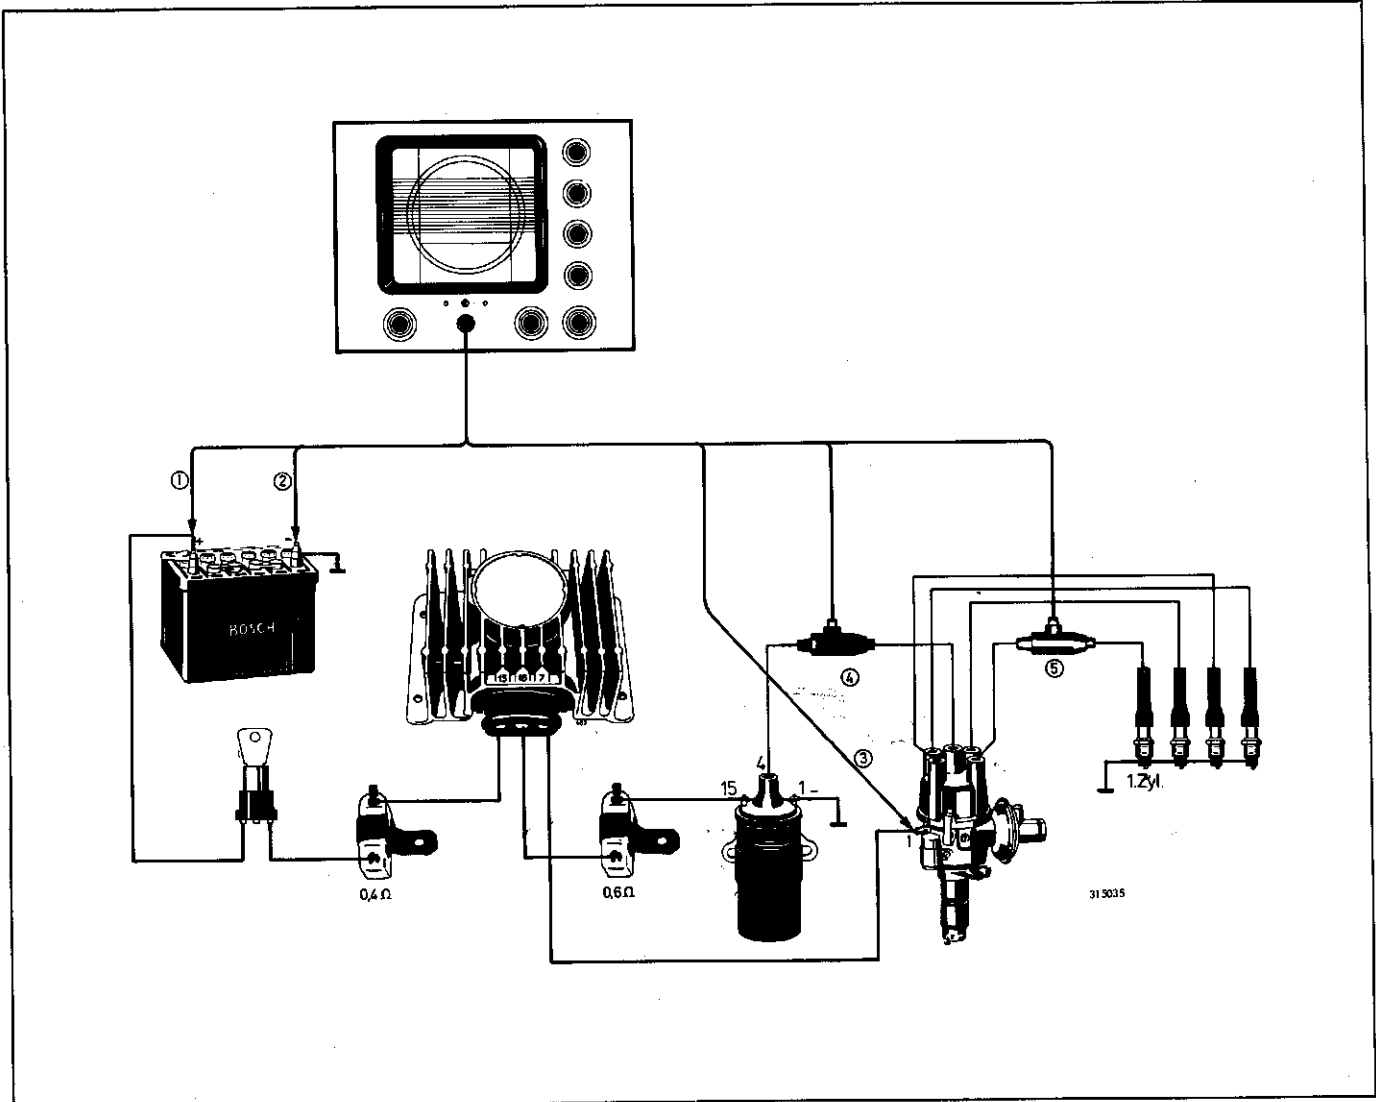

Bild 2
1.2.1 Schaltgerät mit Germanium-Transistoren bestückt (Bild 2)
- ① roter Klipp an B +
- ② schwarzer Klipp an B —
- ③ grüner Klipp an Zündverteiler Klemme 1
- ④ schwarzer Geber in Leitung 4
- ⑤ roter Geber an Zylinder 1
1.2.1 Control Unit with Germanium Transistors (Fig. 2)
- ① red clip to B +
- ② black clip to B —
- ③ green clip to distributor terminal 1
- ④ black pick-up to cable 4
- ⑤ red pick-up to cylinder 1
1.2.1 Blocs électroniques avec transistors au germanium (Fig. 2)
- ① pince rouge à B +
- ② pince noire à la masse (B —)
- ③ pince verte à la borne 1 d'allumeur
- ④ capteur noir au câble 4
- ⑤ capteur rouge au premier cylindre